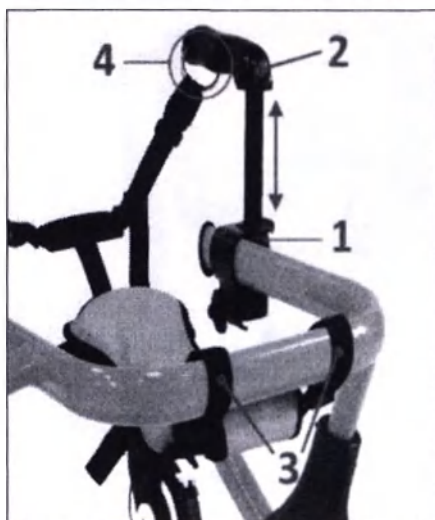

Рис. 17
Установите фиксатор грудной клетки вертикально, непосредственно за верхней частью рамы ходунка (см. рис. 17). Предусмотрена возможность установки фиксатора в двух позициях, что позволяет увеличить диапазон высоты фиксатора (см. рис. 17 и 18). Передняя часть фиксатора оснащена специальным ремешком, который держит подушки фиксатора. Задняя сторона открывается для легкого доступа.
- ❖ Нажмите кнопки фиксатора 2 (Рис.17), и установите стойки крепления на нужную высоту;
- ❖ Отпустите кнопки 2 (Рис.17) и фиксатор грудной клетки останется на выбранной высоте.
- ❖ Ослабьте гайку барашковую 1 (Рис.17)
- ❖ Передвиньте фиксатор вперед или назад, затем снова затяните гайку барашковую 1 (Рис.17).